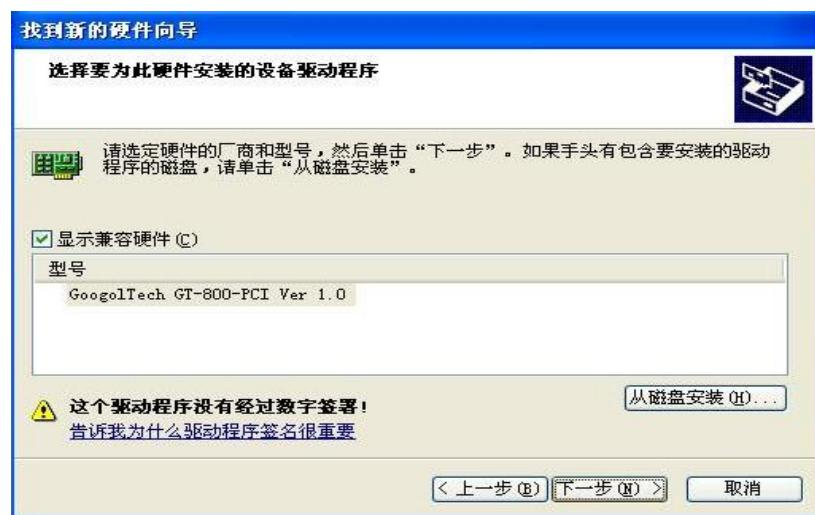

图 2-8 运动控制器驱动程序安装界面 8
(8) 点击“确定”如图 2-8 所示，点击“下一步 (N) ”。